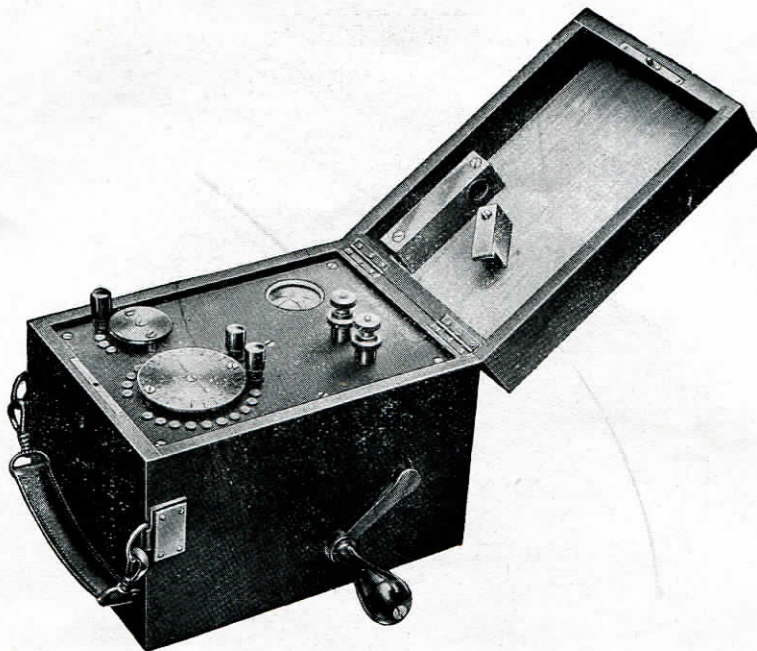

FIG. 40
**Boîte à magnéto pour la mesure de la résistance des terres (figure 40) . . . . . 450. »**